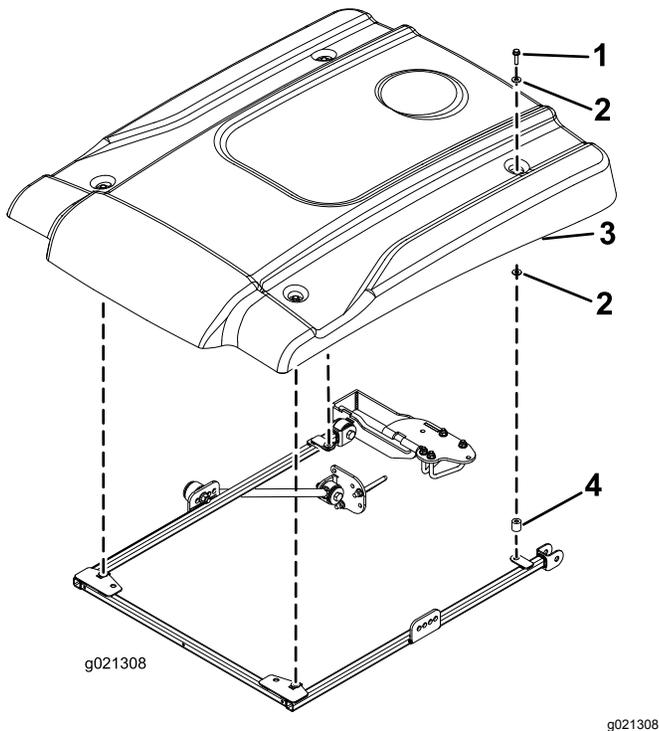

Bild 23
16. Positionieren Sie das Sonnendach beim Ausfluchten der Befestigungslöcher am Rahmen wie in Bild 23 abgebildet.
17. Befestigen Sie jede Ecke des Sonnendachs mit einer Bundkopfschraube (5/16" x 2 1/4"), zwei kleinen Scheiben und einem Distanzstück lose am Rahmen (Bild 23). Legen Sie eine Scheibe an jeder Seite der Gummidichtung des Sonnendachs auf. Setzen Sie die Distanzstücke zwischen die untere kleine Scheibe und den Rahmen.